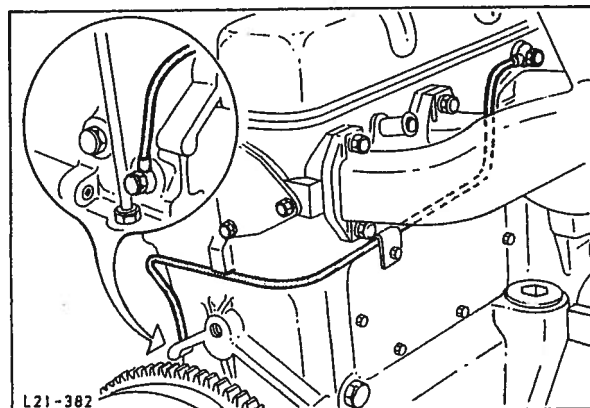

Fig. 83 Montering av vippearmakselens oljetilførselsrør.
61. Monter vippearmakselens oljetilførselsrør til motorblokk, topplokk og støtte, fig. 83.